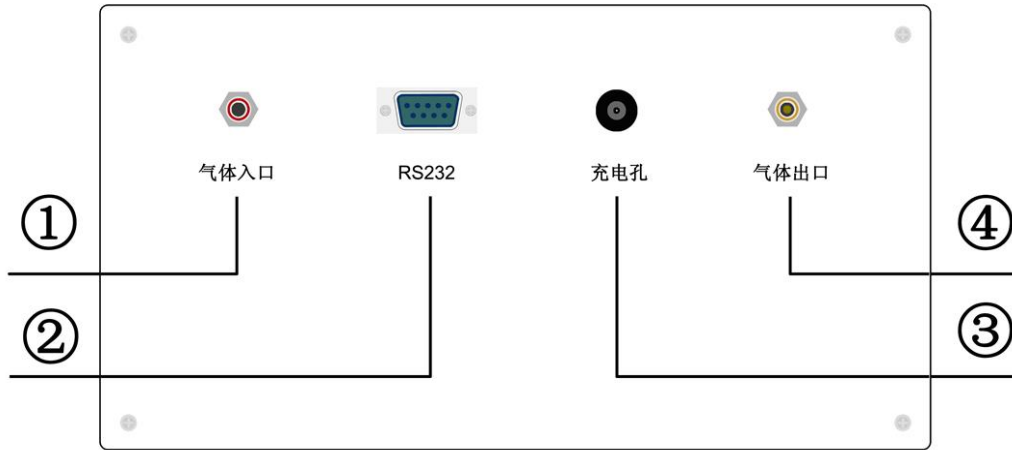

图 2 后面板布局图
- ①液晶屏 ②流量调节 ③电源开关 ④状态指示
2、仪器后面板布局图如图 2 所示。